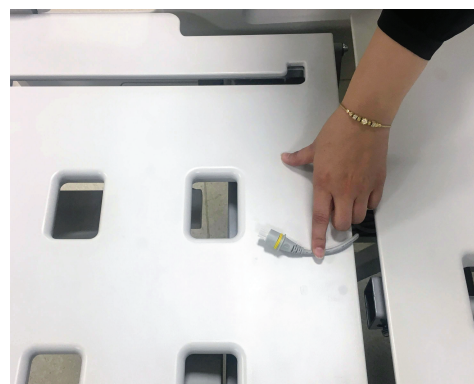

Figura 10 – Scollegamento del cavo della batteria dalla batteria
5. Usando del nastro adesivo, fissare il blocco del cavo della batteria al telaio del lettino (Figura 10).